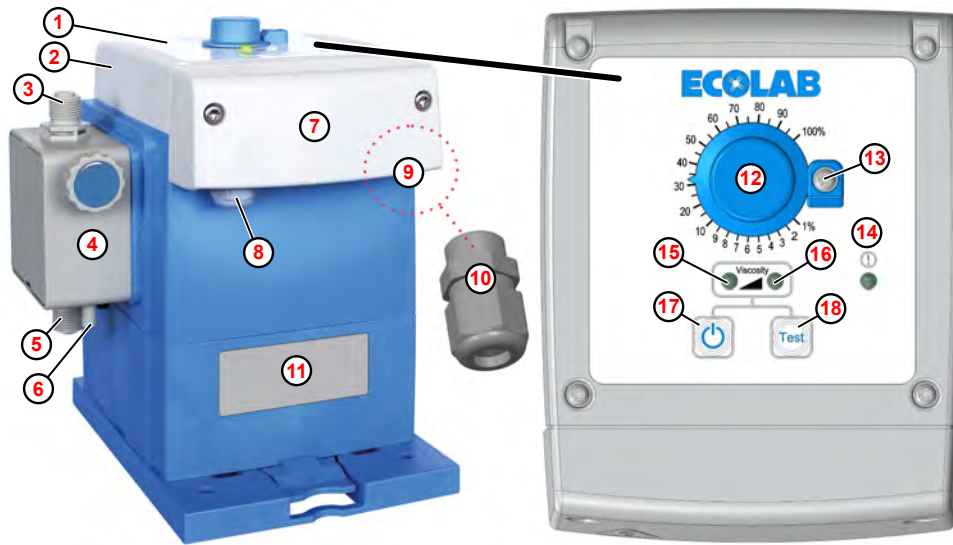

Fig. 1 : Structure, éléments de commande et passages de câbles du système EcoPro
Pour le raccordement du câble du signal d'autorisation, un presse-étoupe (M12 x 1,5) est fourni avec la pompe (Fig. 1 , ⑩).